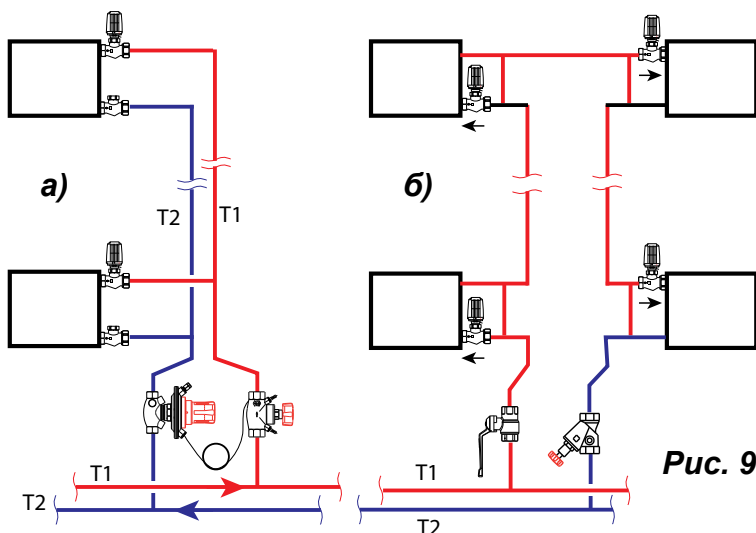

Рис. 9
**20.** Для нормальной работы системы отопления стояки должны быть оснащены запорно-регулирующей и балансировочной арматурой, обеспечивающей необходимые расходы теплоносителя по стоякам и горизонтальным ответвлениям в течение всего отопительного периода и слив воды из них при необходимости. Для этих целей могут быть использованы, автоматические регуляторы перепада давления (рис. 9а) или расхода или же ручные запорные и балансировочные вентили (рис. 9б). Термостат не является запорной арматурой. При необходимости демонтажа радиатора, на подводке к которому установлен термостатический клапан, следует снять термостатическую головку и полностью закрыть клапан с помощью металлического колпачка (1 8525 11), а затем заглушить его со стороны снятой подводки, а также перекрыть обратную магистраль.
Следует учесть, что различные виды арматуры устанавливаются на подводках, стояках и магистралях только с учётом направления движения теплоносителя по стрелке (см. рис. 9б).